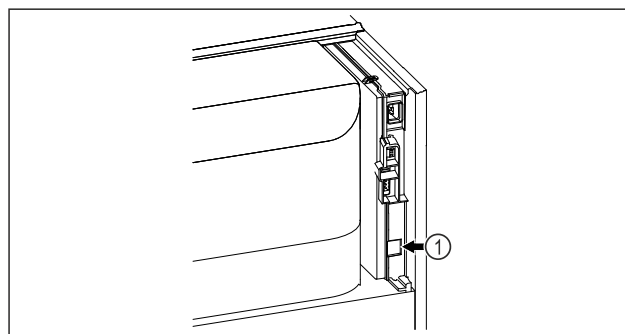

Fig. 134
- SmartModule Fig. 134 (1) is geplaatst.